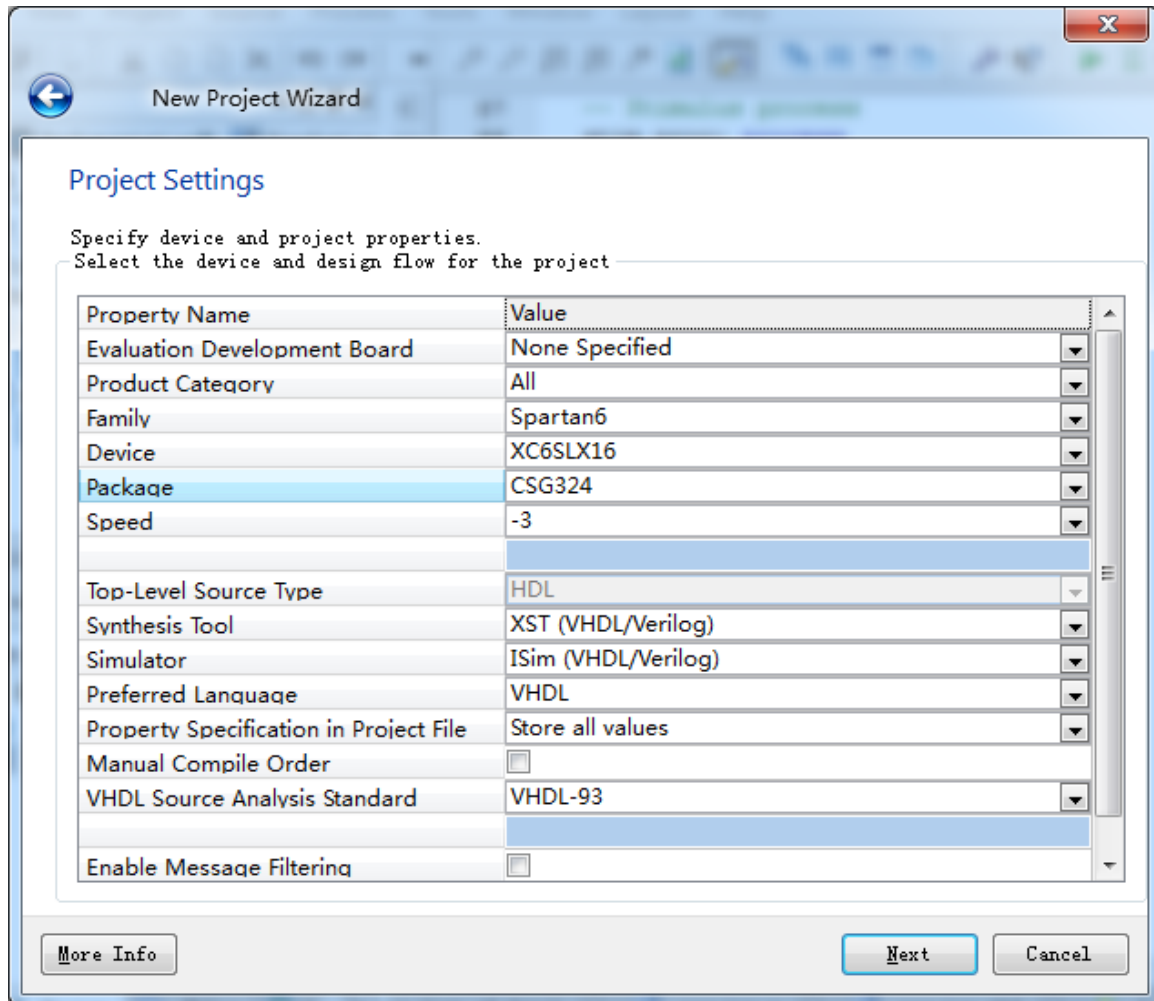

图 2：新工程参数设置
- 1-1-2. 新出现的是关于工程的一些参数设置的对话框，设置如下的参数后，点击 **Next**，如图 2。